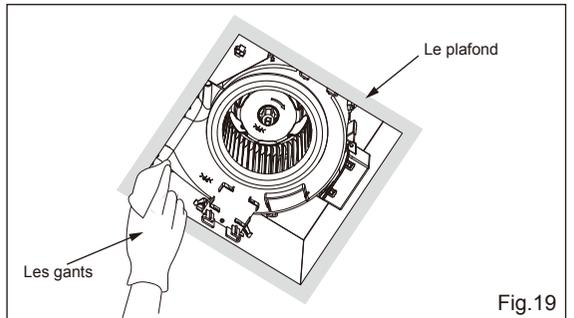

Fig.19
5. Avec un chiffon humidifié avec le liquide vaisselle de cuisine, enlevez les saletés du corps de ventilateur et puis essuyez sec avec un chiffon nettoyant. (Fig.19)